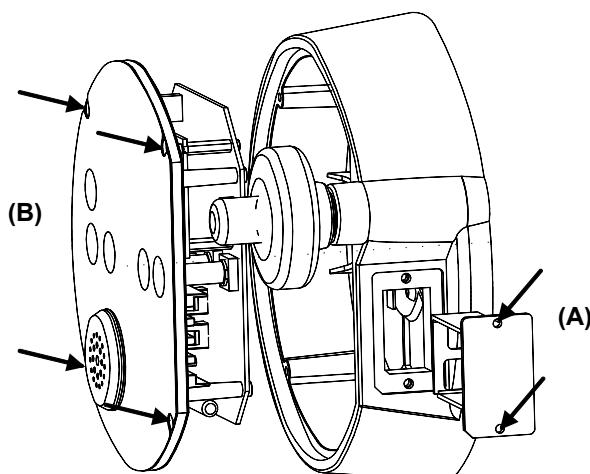

Рисунок 9-10
- Установите новый блок дисплея в электронный блок; закрепите 4 винта (B), см. Рисунок 9-10.
- Закрепите пенал батареи 2 винтами (A), см. Рисунок 9-10. См. Рисунок 9-4.